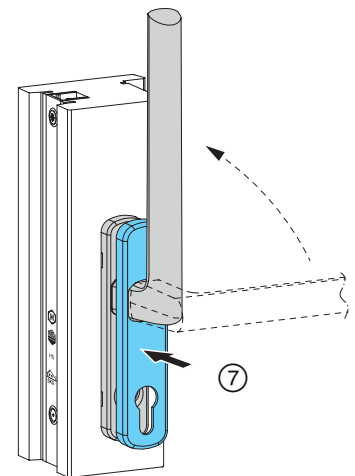

Abb. 43
- ⑦ Griff in Geschlossenstellung bringen und Abdeckkappe auf Griffrosette klipsen; **Abb. 43**.